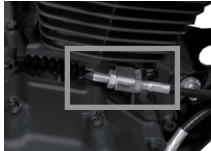

imagen 31. Tuerca y tornillo templador
5. Utilizar la tuerca y el tornillo templador del embrague ubicadas en la parte superior del motor. Ver imagen 31.